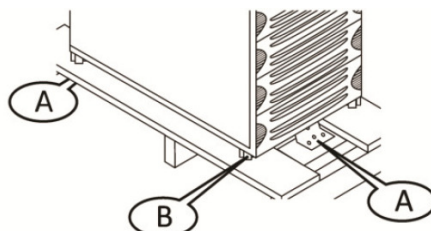

Figura 6 - Retirando o nobreak do palete.
- Remover os itens de fixação da frente e de trás como mostrado na Figura-6 (A).
- Deslize o nobreak utilizando os rodízios mostrados na Figura-6 (B) para o local onde será acomodado.